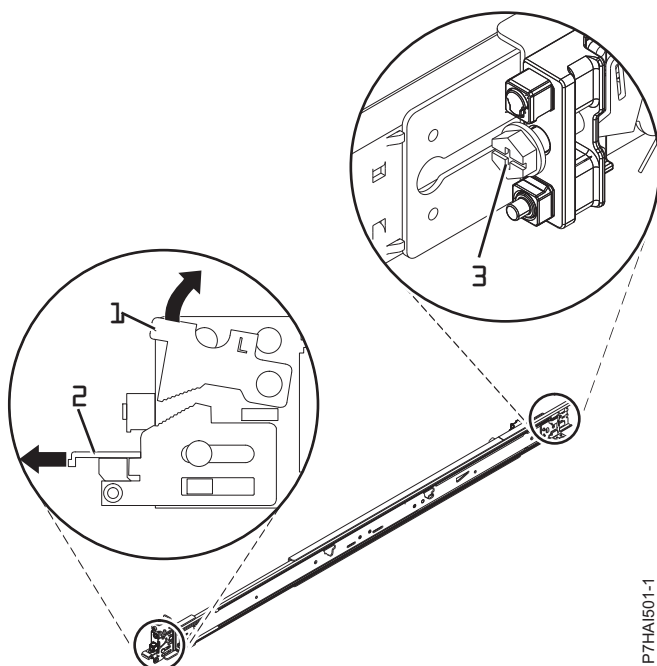

Figura 2. Abrindo a Trava Frontal e Removendo o Parafuso Traseiro
2. Empurre para cima a aba de travamento (1) na parte frontal e retire a trava frontal (2) na parte frontal do trilho. Em seguida, remova o parafuso da parte traseira do trilho (3). Para obter detalhes, consulte Figura 2 na página 4.